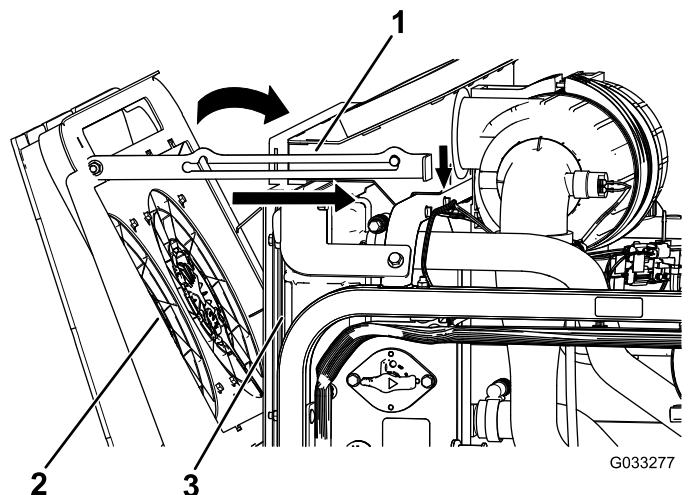

Figura 115
- Ruotate le ventole di raffreddamento del motore in avanti e bloccate l'asta di sostegno nella tacca (Figura 115).